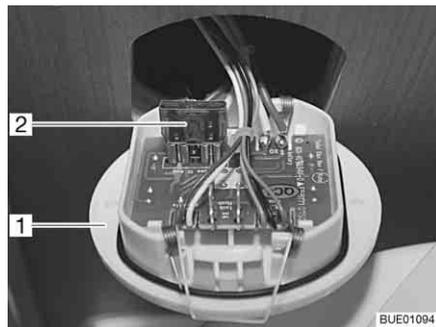

Bild 164 Sicherung der Toilette
- Bedienteil für die Toilette (Bild 164,1) mit einem geeigneten Werkzeug anheben und aus der Wand herausziehen.
- Sicherung (Bild 164,2) wechseln.